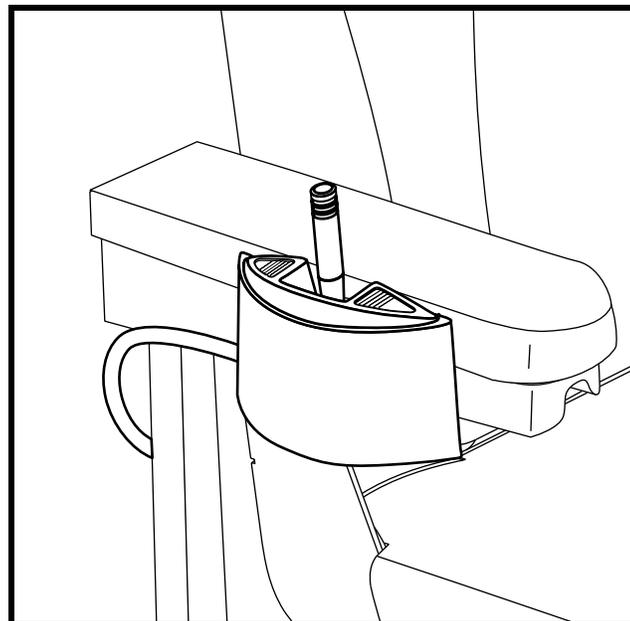

Figure 22. Bouton du siège électrique
1. Pesez sur l'avant du commutateur pour faire monter le siège. **Voir la figure 22.**